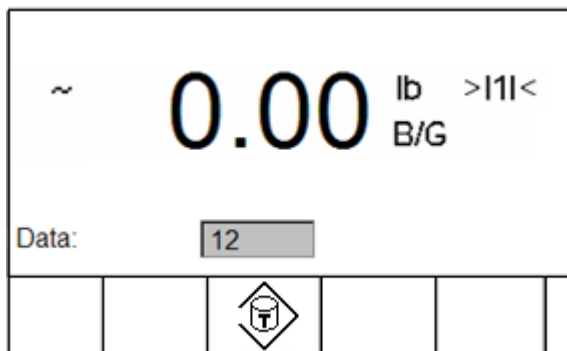

Figura B-3: Pantalla de entrada de datos
- Ingrese la ID de uno, dos o tres dígitos para la tara del recipiente a ser utilizado. Se visualiza la pantalla para entrada de datos como se muestra en la Figura B-3.